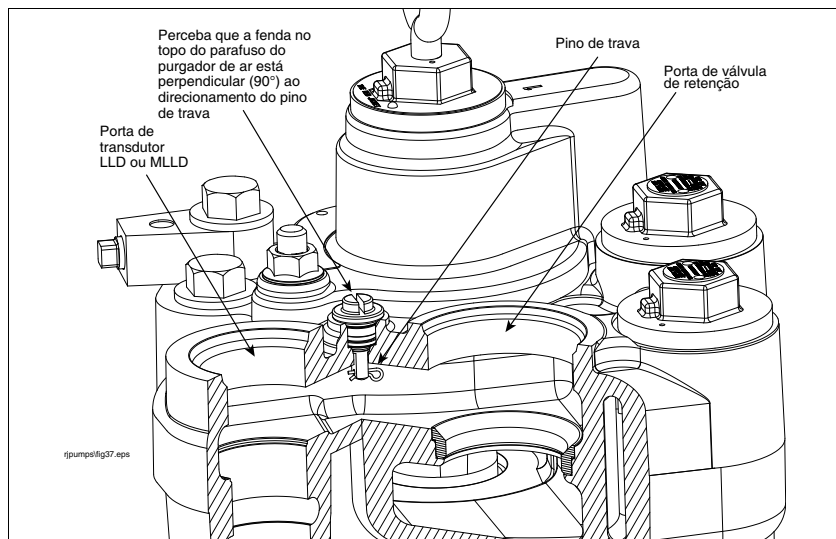

Figura 43. Localização do pino de trava do parafuso de purgador de ar
6. O parafuso de purgador de ar tem um pino de trava que é colocado na posição horizontal para limitar a movimentação do parafuso (ver Figura 43).